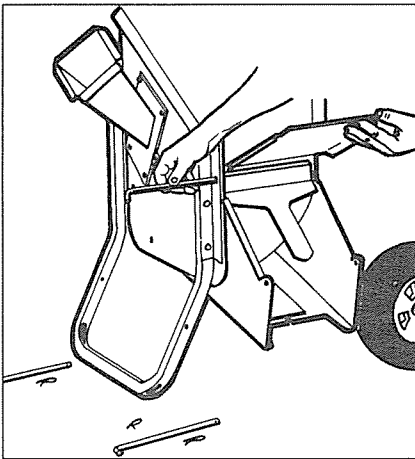

Figure 8.
2. Ouvrir la porte d'entretien pour atteindre le tamis d'éjection. Pour ce faire, retirer la petite goupille fendue et enlever en la faisant coulisser la longue tige d'acier qui fixe la porte sur le devant du tunnel d'éjection. Soulever cette porte pour examiner le tamis. Voir la Figure 8. Pour le déposer, passer à l'étape 3.